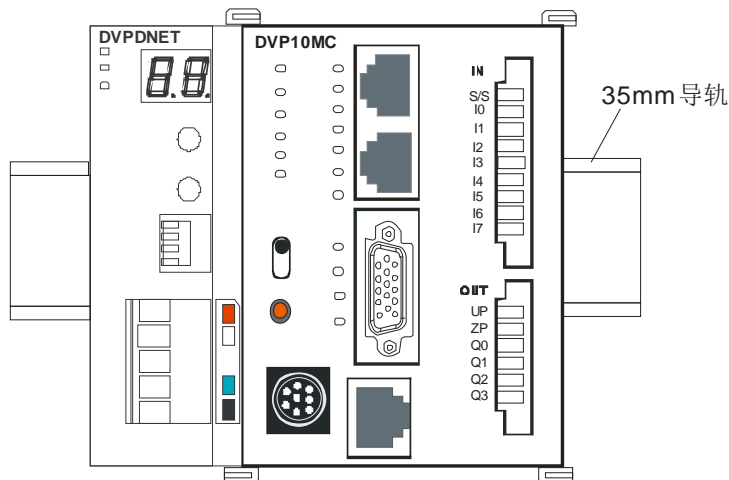

图 3.2.9
- 压入 DVP10MC11T 主机及 DVPDNET-SL 模块的 DIN 轨固定扣，将 DVP10MC11T 主机及 DVPDNET-SL 模块固定在 DIN 导轨上，如图 3.2.9 所示。